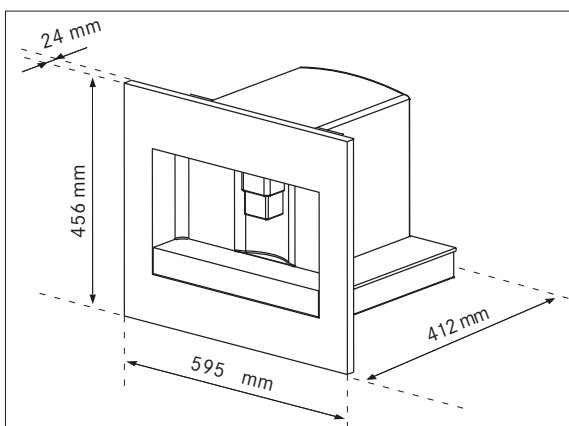

Fig. 1
- ▶ Verificați dimensiunile minime necesare pentru instalarea corespunzătoare a aparatului (Fig. 1, 2, 3).